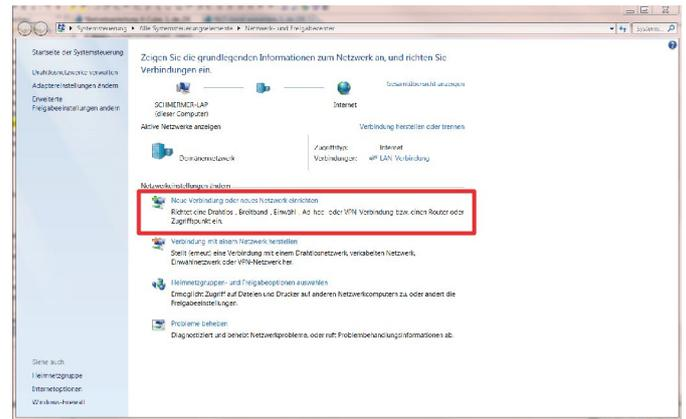

Abb. 42: Neue Verbindung oder neues Netzwerk einrichten
2. ▶ „Neue Verbindung oder neues Netzwerk einrichten“ (Abb. 42) auswählen.